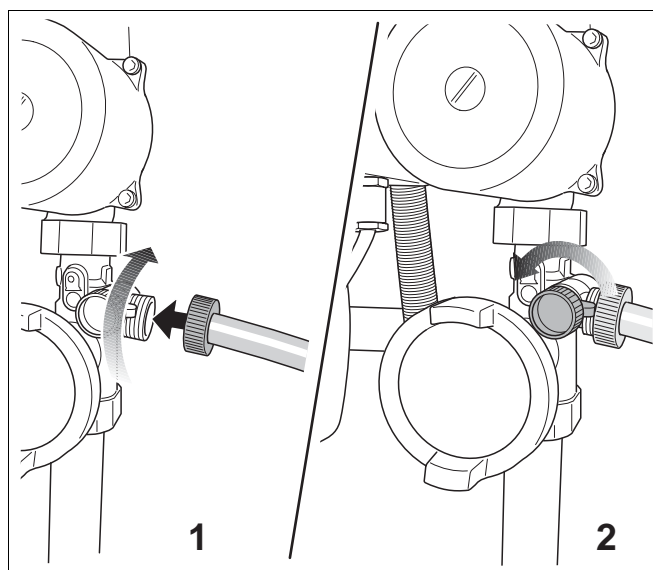

Fig. 65 Racordați furtunul / Deschideți robinetul de umplere și de golire
- Deschideți robinetul de umplere și de golire (Fig. 65).